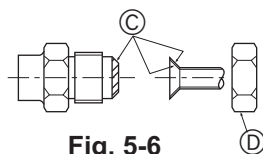

Fig. 5-6
(A) (Fig. 5-6)
(B) (Fig. 5-6)
5.5. Collegamento dei tubi (Fig. 5-6)
- Stendere uno strato sottile di oliorefrigerante sul tubo e collegare la superficie di appoggio prima di serrare il dado a cartella. (A)
- Serrare i raccordi dei tubi usando due chiavi. (B)
- Applicare olio adatto alle macchine di refrigerazione sull'intera superficie di alloggiamento svasata. (C)
- Utilizzare i dadi a cartella nel modo seguente. (D)